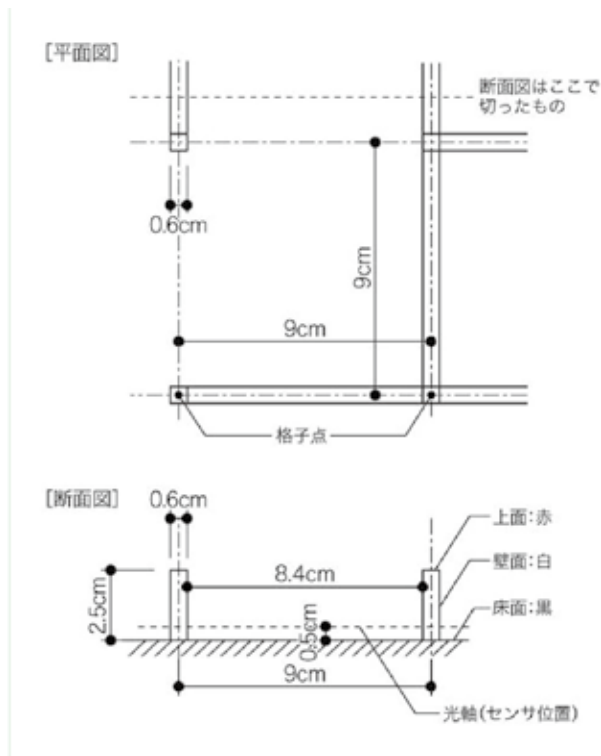

図 1
- 2-2.** 迷路は9cm×9cmの単位区画から構成されるが、全体の大きさについては最大32×32区画とする。区画の壁の高さは2.5cm、厚さは0.6cmとする。（図1参照）
- 2-4.** 各単位区画の四隅にある0.6cm×0.6cmの小正方形部分を格子点と呼ぶ。終点の領域内を除いたすべての格子点には少なくとも1つの壁が接している（図1参照）。また、迷路全体の外周の壁は全て存在する（図1、図2参照）。
光軸は水平であり、床面より0.5cmの高さにある（図1参照）。